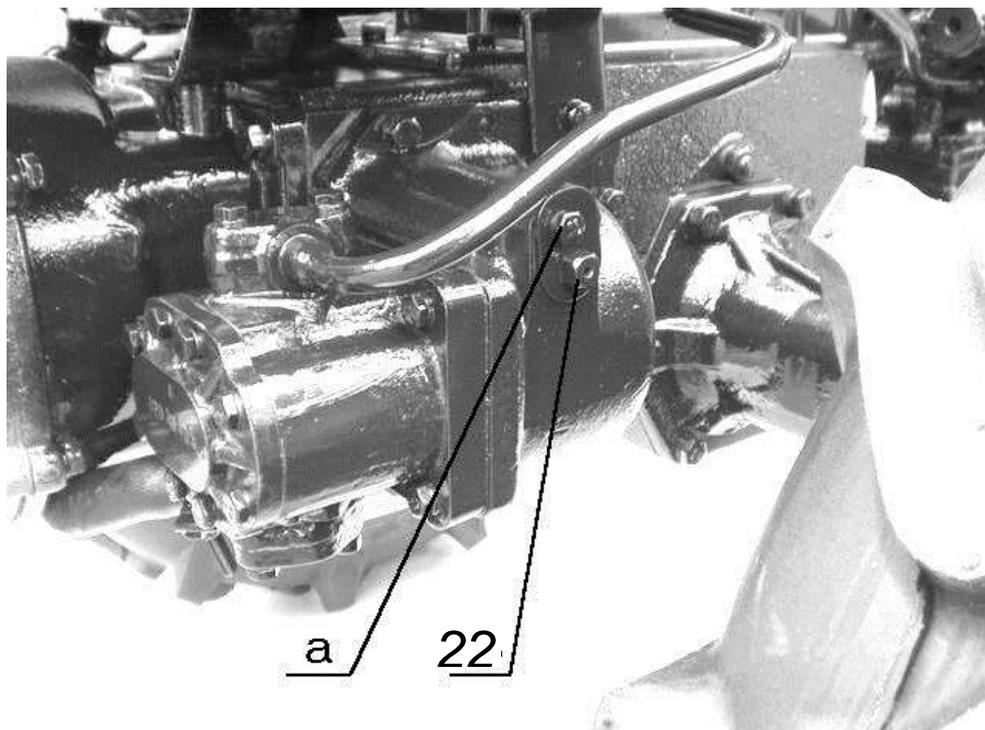

Рисунок 4 – Валик включения насоса гидросистемы
- 22 – валик включения насоса гидросистемы (рисунок 4). Имеет два положения: